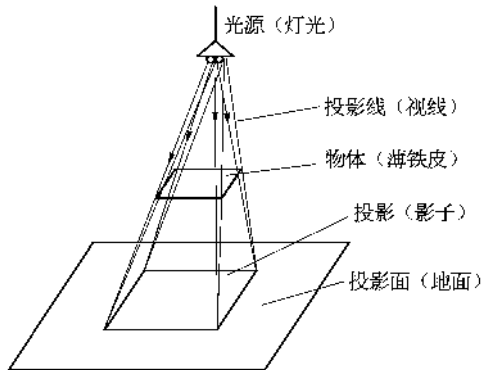
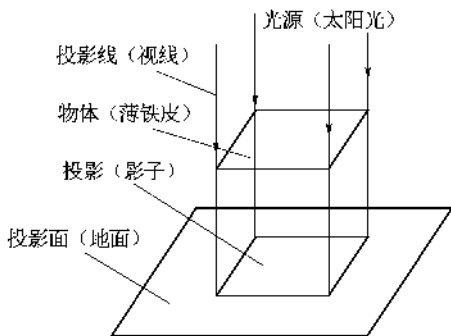

图 1-4 苑 中心投影法
图 1-5 愿 正投影法
**投影的分类** 由于光源不同,可以得到两种不同的投影。图 1-4 所示是中心投影法,图 1-5 所示是正投影法。从这两种方法中可以发现: